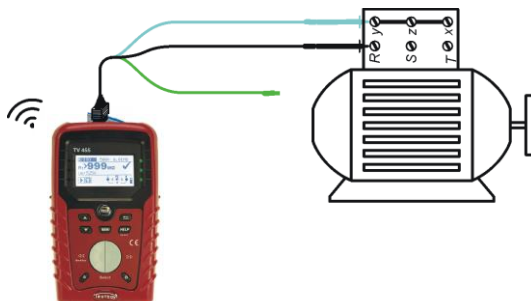

Figura 5.11: Aplicación del cable de prueba de 3 hilos
- ❑ **Conecte** los cables de prueba al objeto sometido a prueba (véase la figura 5.11).